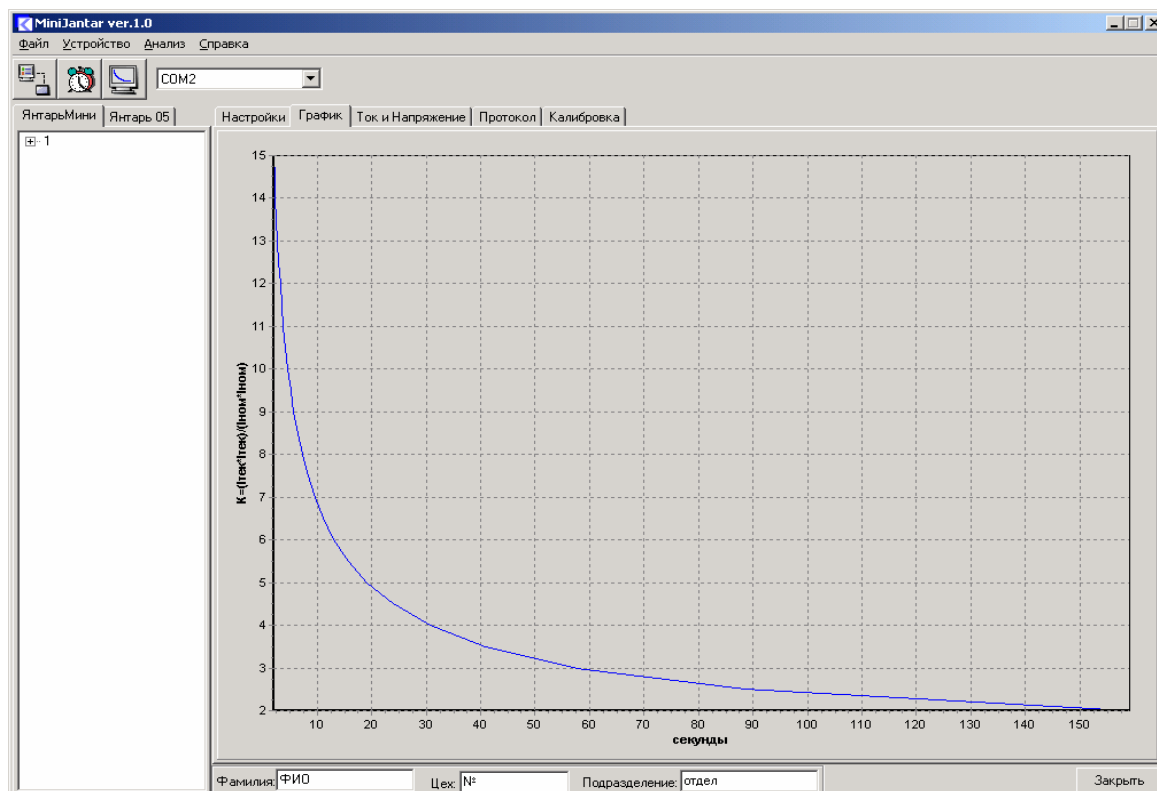

Рис. 3. График токовременной зависимости
2.2.23 Для построения графика токовременной зависимости отключения электроустановки при выборе вида защиты «Перегрев» необходимо после ввода параметров данного вида защиты выбрать закладку «График» в окне сервисной программы и нажать кнопку «Построение графика» на панели инструментов программы (рис. 3).